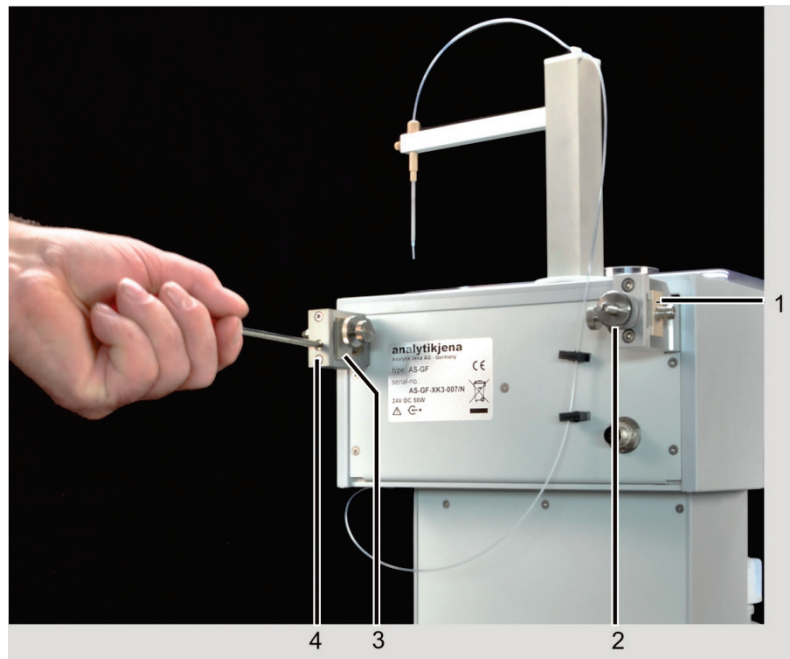

Bild 45 AS-GF mit Schrauben zur Ofenausrichtung
8. Bei Bedarf AS-GF zum Ofen ausrichten (Grobjustierung): Probengeberarm manuell über die Dosieröffnung im Graphitrohr schwenken. Trifft der Dosierschlauch nicht die Öffnung, Eihängung des Probengebers nach vorn/hinten (y-Richtung) verschieben. Dafür Probengeber aus dem Probenraum entnehmen. Linke und rechte Eihängung mit Hilfe von Justierschraube 1 und Stellschraube (2, 4 in Bild 45) verschieben. Für die Einstellung der Stellschraube Schraubendreher verwenden. Probengeber wieder einhängen und Grobjustierung prüfen. Vorgang ggf. wiederholen.